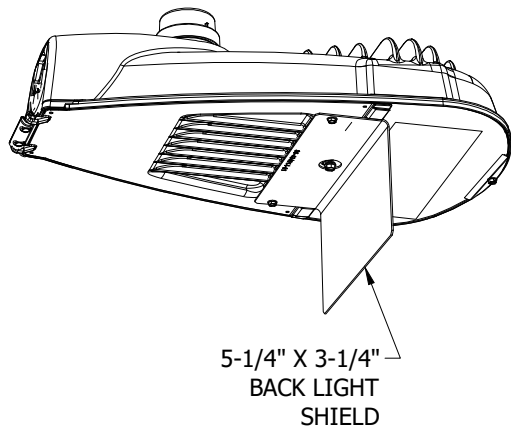
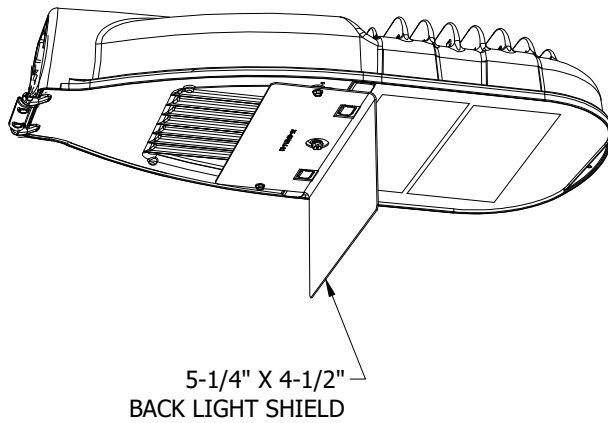

FIGURE 49
FIGURE 51
- C. MAKE SURE THE SHIELD IS ORIENTED CORRECTLY BY VERIFYING THE 1" HOLE IN THE CENTER OF THE SHIELD LINES UP WITH THE LATCH SCREW ON THE DOOR (SHOWN ON FIGURES 49 & 51). FOR THE ERL2 SHIELD, THE SQUARE CUTOUTS ON THE SHIELD SHOULD LINE UP WITH THE SQUARE BUMPS ON THE DOOR (SHOWN ON FIGURE 51).